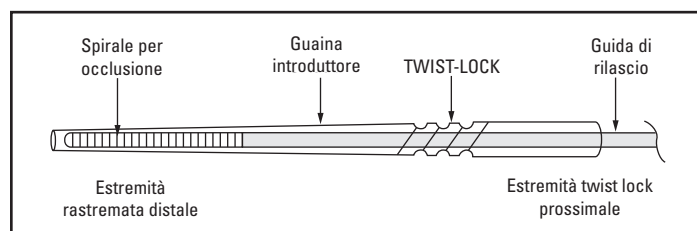

Figura 3. Guaina introduttore con meccanismo twist-lock
3. Rilasciare la spirale IDC all'interno della propria guaina introduttore pizzicando leggermente la guaina su entrambi i lati del meccanismo twist-lock ed effettuando 2-3 rotazioni in senso antiorario del lato prossimale (Figura 3 e 4).